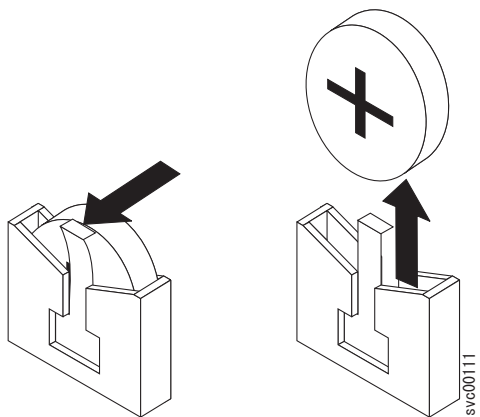

図 138. SAN ボリューム・コントローラー 2145-8F2 または SAN ボリューム・コントローラー 2145-8F4 CMOS バッ
- a. 1 本の指で、バッテリーをハウジングに保護しているリテーナー・タブを (図 138 に示す) 引きま